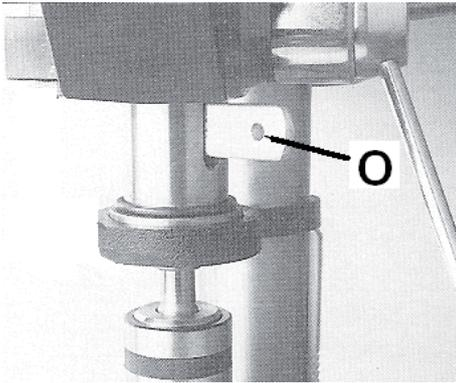

Рис. 3
- Вставьте клин (О, Рис. 3) в паз и легко постучите по нему, пока патрон не упадёт.